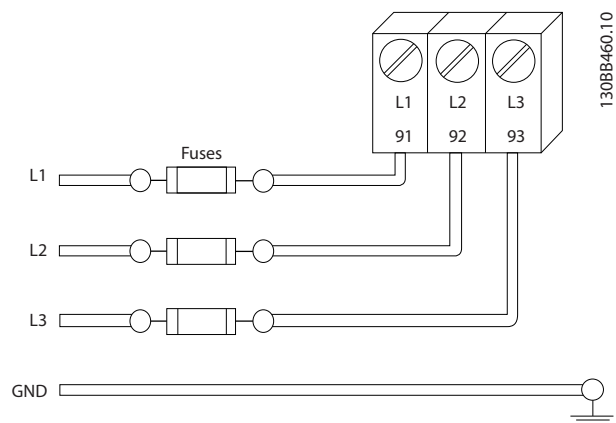

Abbildung 2.6 Frequenzumrichter Sicherungen
- Alle Frequenzumrichter müssen mit Kurzschluss- und Überstromschutz ausgerüstet sein. Dafür sind Eingangssicherungen erforderlich, siehe *Abbildung 2.6*. Wenn Sicherungen nicht werkseitig geliefert werden, müssen sie vom Installateur als Teil der Installation zur Verfügung gestellt werden. Siehe die maximalen Nennwerte der Sicherungen in *10.3 Sicherungstabellen*.